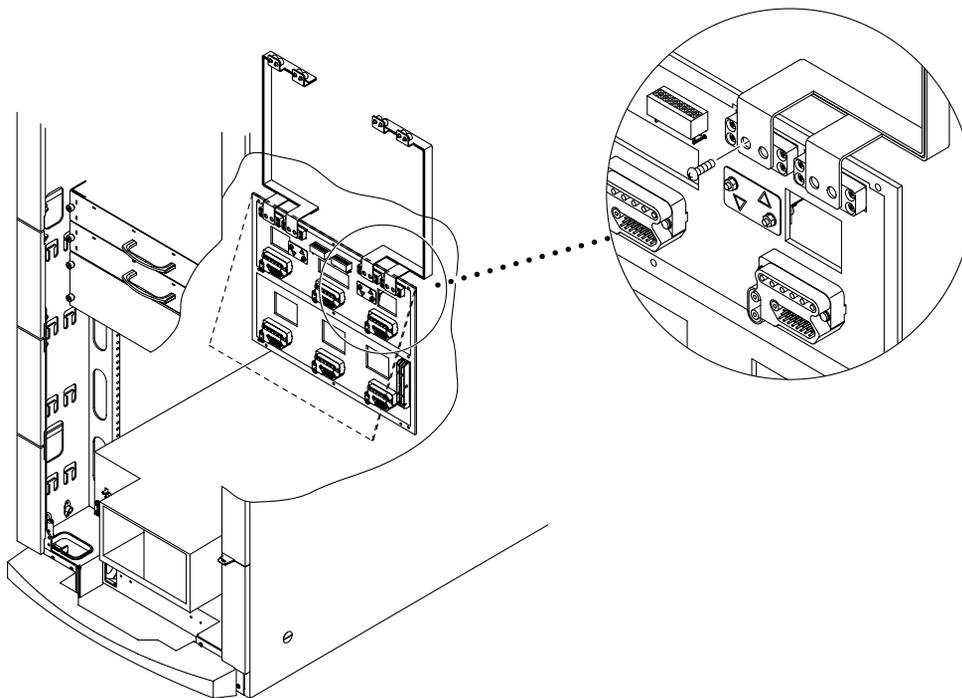

図 11-12 電源センタープレーンバスバーを固定しているねじの取り外し
d. バスバーを取り外します (図 11-12)。
2. 次の手順で、左右のバスバーを取り付けます (図 11-12)。